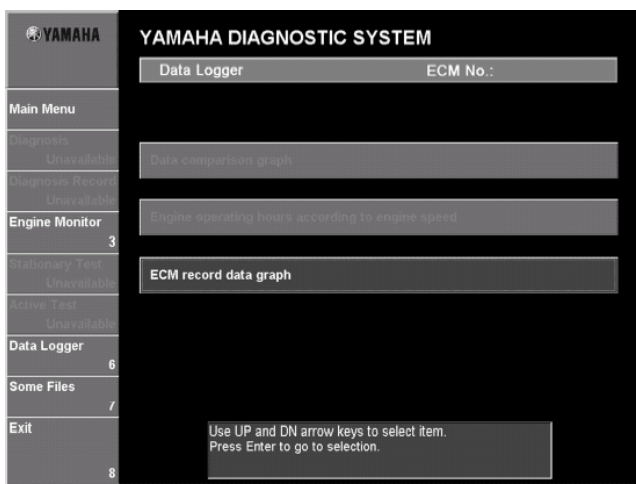

Рис. 124
1. Щелкнуть **График данных записи ECM(ECM record data graph)** или выбрать нажимая клавиша курсора вверх или вниз на клавиатуре, и нажать клавишу Enter. (Рис. 124)